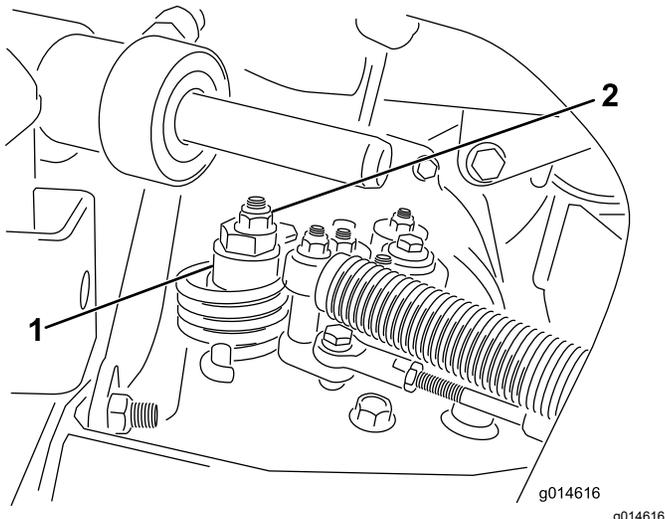

Figure 31
- A. Desserrez l'écrou de fixation de l'excentrique en haut de l'hydrostat (Figure 31).
- C. Tournez l'excentrique jusqu'à ce que la roue ne tourne plus dans aucune direction. Lorsque la roue arrête de tourner, serrez l'écrou pour bloquer l'excentrique et le réglage (Figure 31). Vérifiez le réglage avec la commande d'accélérateur en position BAS RÉGIME, puis HAUT RÉGIME.